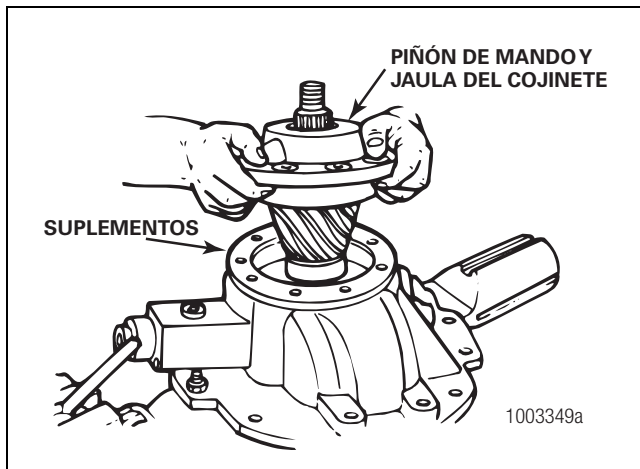

Figura 3.25
- Si la jaula del cojinete está apretada en el portadiferencial: Golpee la jaula del cojinete en varios puntos, alrededor del área de la brida, con un mazo de cuero, plástico o de caucho. Figura 3.25.